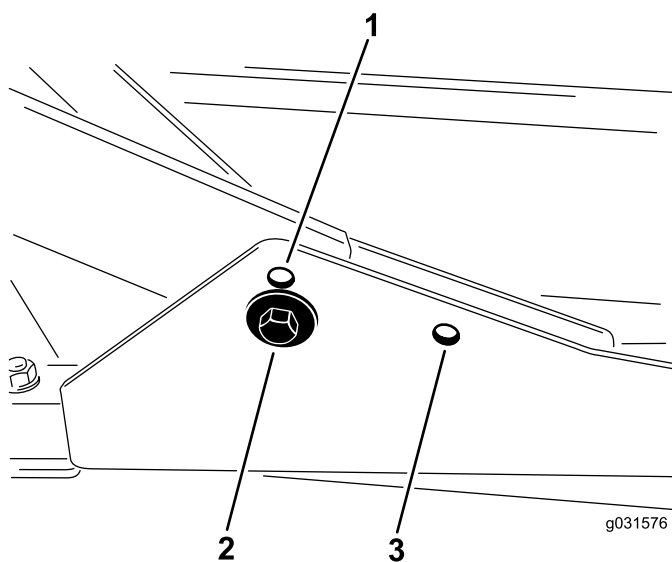

Bild 16
1. Befestigen Sie die vorderen Trägerrahmen für Schnitthöhen von 2 cm bis 7,6 cm in den unteren vorderen Befestigungslochern (Bild 16).
2. Befestigen Sie die vorderen Trägerrahmen für Schnitthöhen von 6,3 cm bis 10 cm in den oberen vorderen Befestigungslochern (Bild 16).
Das Heckmähwerk muss für alle Schnitthöhen in den hinteren Befestigungslöchern befestigt sind (Bild 16).